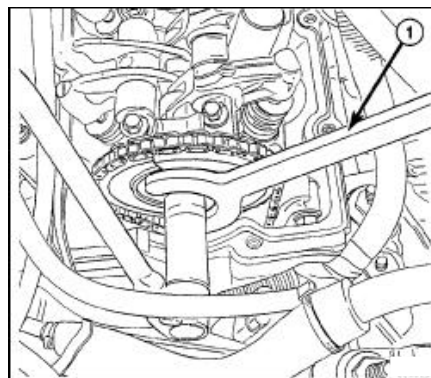

图. 53 凸轮轴链轮固定
- (1)脱开蓄电池负极桩头。
(2) 拆卸气门室盖(查阅 - 发动机/气缸盖/气门室盖-安装)。
(3) 脱开凸轮轴位置传感器插头, 取出凸轮轴位置传感器。
(5) 旋转曲轴, 直到一缸处于压缩行程上止点位置。
(6) 使用专用工具固定凸轮轴链轮, 拆卸凸轮轴链轮螺栓(图. 53)。
- (10) 安装凸轮轴链轮螺栓, 使用凸轮轴专用工具紧固力矩为115 N·m (图. 53)。
- (11) 安装凸轮轴位置传感器, 紧固力矩为10 N·m 并插上插头。
- (12) 安装气门室盖(查阅 - 发动机/气缸盖/气门室盖-安装)。
- (13) 连接蓄电池负极桩头。